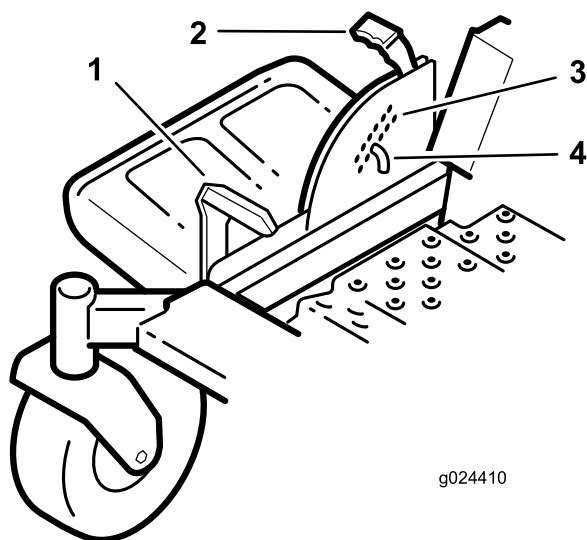

Figura 24
1. Pise el pedal de elevación de la carcasa y eleve la carcasa a la posición de bloqueo de transporte (que es también la posición de altura de corte de 114 mm (Figura 24).
2. Para ajustar la altura de corte, retire el pasador del soporte de altura de corte (Figura 24).
3. Seleccione el taladro del sistema de altura de corte que corresponde a la altura de corte deseada, e inserte el pasador (Figura 24).